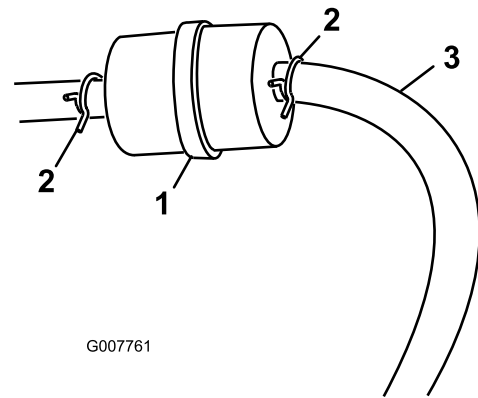

Figura 23
3. Apriete los extremos de las abrazaderas y deslícelas por el tubo alejándolas del filtro (Figura 23).
5. Instale un filtro nuevo y acerque las abrazaderas al filtro (Figura 23).
3. Afloje la abrazadera cerca del filtro de combustible y deslícela por el tubo, alejándola del filtro de combustible (Figura 23).
4. Desconecte el tubo de combustible del filtro de combustible (Figura 23).
Nota: Deje fluir el combustible a una lata de combustible o a un recipiente de vaciado (Figura 23).
5. Instale el tubo de combustible en el filtro de combustible. Acerque la abrazadera al filtro de combustible para fijar el tubo de combustible (Figura 23).